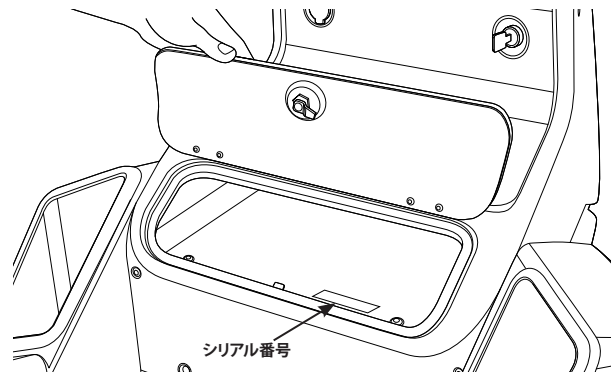

図 6: SE-3 Patroller のシリアル番号の表示位置
2. SE-3 Patroller の 12 桁のシリアル番号を確認します (図 6)。